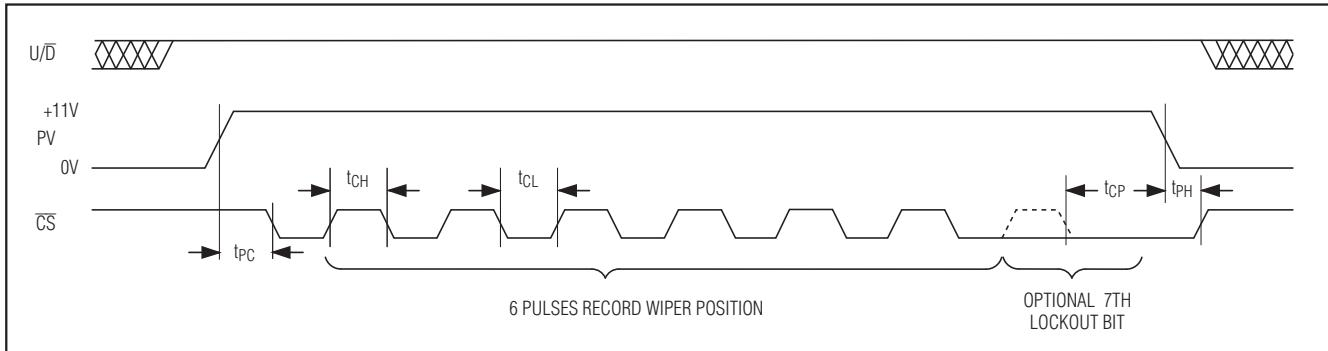

图5. 一次性编程模式，串口时序图
上电后，使用PV一次性编程时序可改变滑动端上电位置（见图5）。设置滑动端至所需的上电位置后，执行如下的六步操作：
- 4b) 提供七个周期的CS脉冲，其中CS从低电平开始，高电平至少持续t_{CH}，低电平至少持续t_{CL}，改变滑动端的上电位置，并将滑动端锁定在同一位置上。第七个CS脉冲在图5中标记为可选锁定位。